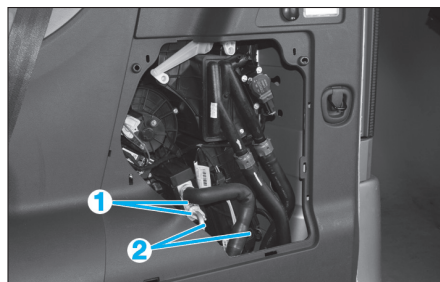

Fig. 11
- Déposer les 2 écrous (1) des tuyaux de réfrigèrent (Fig.11).
- Désaccoupler les tuyaux de réfrigèrent (2).